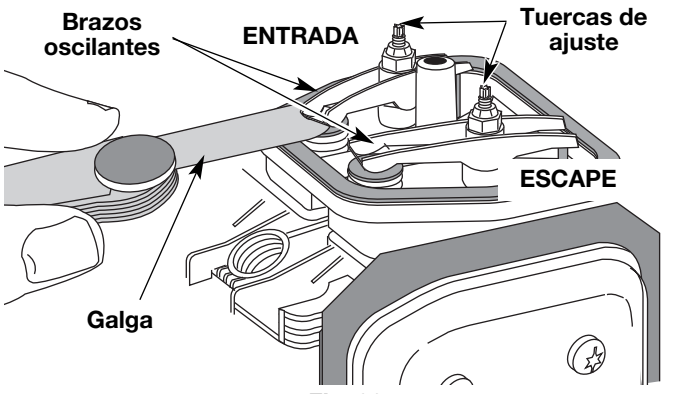

Fig. 38
9. Deslice la galga entre el brazo oscilante y el resorte de retorno de la válvula. Mida el huelgo entre el vástago de la válvula y el brazo oscilante (Fig. 38). Realice esto en las válvulas de entrada y de escape.
El huelgo recomendado para las válvulas de entrada y de escape es 0,076 – 0,152 mm (0,003 – 0,006 pulgadas). Use un calibrador regular de automóvil de 0,127 mm (0,005 pulgadas). El calibrador debe deslizarse entre el balancín y el vástago de la válvula con una ligera cantidad de resistencia, sin doblarse (Fig. 38 y 39).